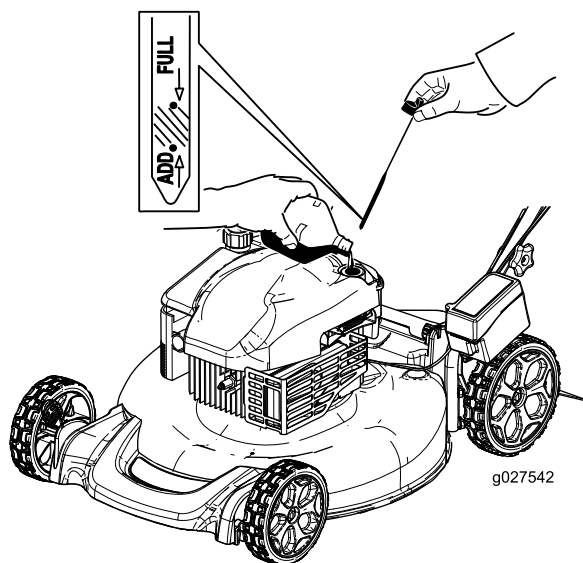

Figure 6
2. Retirez la jauge (Figure 6) et versez de l'huile dans le tube de remplissage pour remplir le carter moteur aux 3/4.
5. Sortez de nouveau la jauge et vérifiez le niveau d'huile (Figure 6).